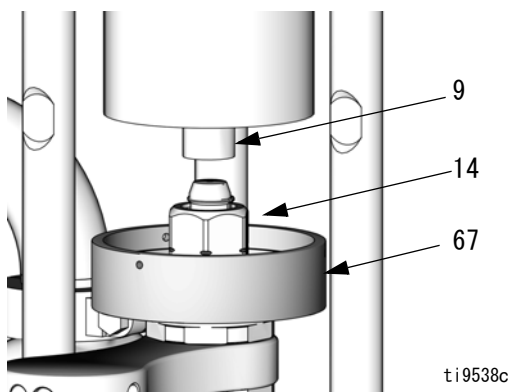

図 7. 位置コレクタ
2. モーターを小刻みに運転してスライダピストン (9) を上に動かし、コレクタ (67) をスライダシリンダとピストンロッドの間をはめ込むのに十分なクリアランスを提供します。
3. 図 7 を参照してください。コレクタ (67) を結合ナット (14) の上の位置に動かし、ポンプのピストンロッドのところに落とします。